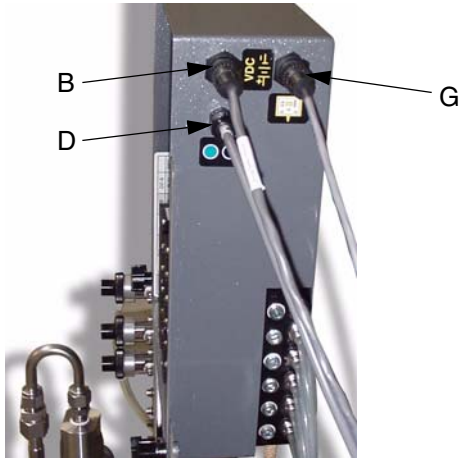

FIG. 15
2. Conecte el otro extremo del cable al conector  (B) del panel de fluido Smart. FIG. 15.
4. Pase el otro extremo del cable de fibra óptica a través del conector  (D) de alivio de tensión del panel de fluido Smart. FIG. 15. No retuerza ni doble el cable.
y conéctelo al conector  (G) de la estación del operario. FIG. 15.